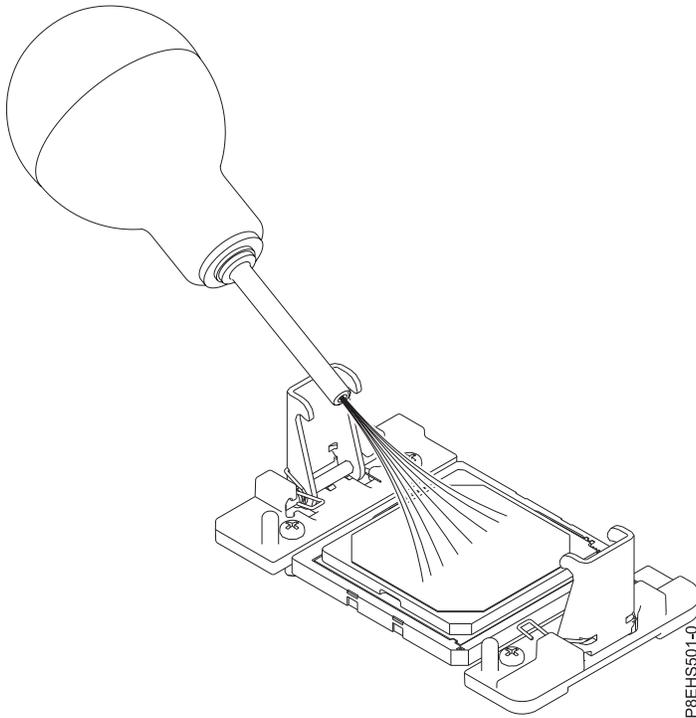

図 125. システム・プロセッサ・モジュールの領域からほこりやごみを除去
10. システム・プロセッサ・モジュールの領域からのほこりやごみを除去します。ほこりやごみが付着している場合は、提供されているエアポンプ (部品番号 45D2645) を使用してシステム・プロセッサ・モジュールの領域をきれいにします。システム・プロセッサ・モジュールの中央から四方に向けて空気を少しずつ吹き出します (112 ページの図 125 を参照)。112 ページの図 125 に示すようにエア・ポンプが組み立てられていない場合は、チップをバルブに固定します。